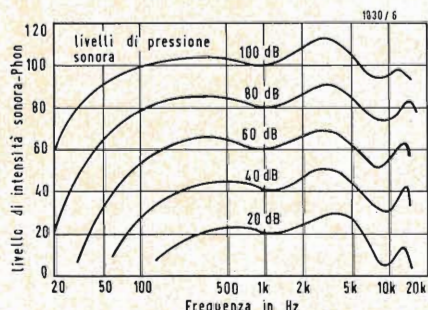
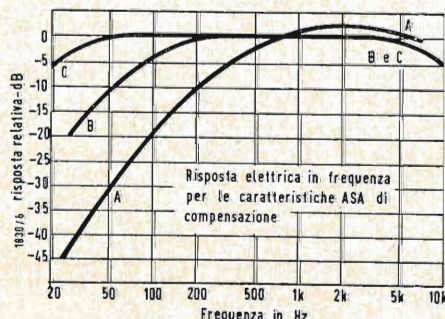

Fig. 1 - Intensità sonora per livelli costanti di pressione acustica (SPL = sound-pressure-level)
Fig. 2 - Risposta in frequenza dei circuiti compensatori normalizzatori.
La sensibilità dell'orecchio varia con la frequenza e la curva di risposta stessa varia col livello della pressione sonora. Se volete riferire il livello di pressione sonora al concetto soggettivo di intensità, dovete provvedere a compensare la risposta in frequenza dell'orecchio. Questa risposta è data in fig. 1, dove tutti i punti di ogni singola curva rappresentano un ugual livello di pressione sonora. Queste curve sono basate sui profili di uguale intensità determinati da Robinson e Dadson del National Physical Laboratory, Teddington, Inghilterra. Si noti che il massimo della risposta è a circa 4 Hz e che la caduta decisiva è sotto qualche centinaio di Hz. Si può vedere da questo diagramma
L'informazione mostrata in fig. 1 è fondata sui vari esperimenti eseguiti impiegando una sorgente sonora costituita da una nota pura. Poiché molti rumori non sono note pure, alcuni esperti preferiscono i dati di risposta basati su prova con disturbo distribuito. Ma tutti sono d'accordo che si deve includere una certa compensazione dell'effetto intensità in funzione della frequenza, in qualunque misura attendibile di rumore, che si istituisca.
Lo strumento fondamentale per misurare i rumori è il misuratore di livello sonoro (fonometro), di cui un esempio è mostrato nella foto accanto. Esso comprende un microfono per captare il suono da misurare, un attenuatore calibrato, circuiti compensatori, un amplificatore ed uno strumento indicatore. I circuiti equilibratori, basati su dati di risposta in frequenza simili a quelli forniti dalla fig. 1, rappresentano un tentativo di convertire la diretta pressione sonora in qualcosa più rappresentativo del moto con cui udiamo i suoni. Le caratteristiche per questi circuiti speciali sono state normalizzate dall'ASA (« American Standard for Sound-Level Meters for Measurement of Noise and Other Sound - S 1.4, 1961 »). V. fig. 2.
Come detto sopra, qualsiasi veridica misura di rumore deve prendere in considerazione le caratteristiche di risposta in frequenza dell'orecchio umano. Questa è la ragione prima, che spiega la presenza di circuiti di compensazione in tutti i misuratori di livello sonoro, sebbene nessuno oggi considera che i circuiti compensatori agiscono nel senso di trasformare il livello diretto di pressione sonora, nella nozione soggettiva di intensità (sonorità) acustica. Vi sono tre circuiti compensatori prescritti dall'A.S.A., le caratteristiche dei quali sono date in fig. 2. Esperti autorevoli suggeriscono la selezione dei circuiti compensatori sulla base del campo dei livelli da misurare (per es. la compensazione B per livelli da 65 a 75 dB). Alcuni ascrivono l'uso della compensazione A al confronto di disturbi di diversi tipi e certi codici per il rilievo della rumorosità specificano il circuito di compensazione da usare in ogni caso. Forse la tattica più accorta è quella di misurare e registrare i livelli su tutte tre i circuiti di compensazione. Per un verso diciamo che le tre figure possono essere utilizzate per costituire una grossolana analisi di frequenza (1). Per l'altro verso è sempre una buona cosa conservare tali dati; non si sa mai, verrà un tempo in cui si potranno utilizzare.